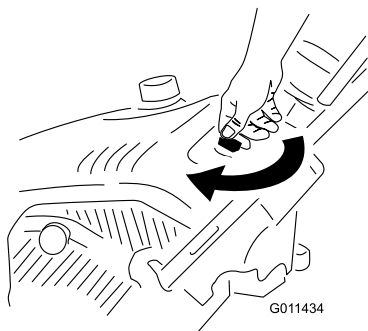

Рисунок 13
1. Поверните ключ зажигания по часовой стрелке в положение On (Включено Рисунок 13).